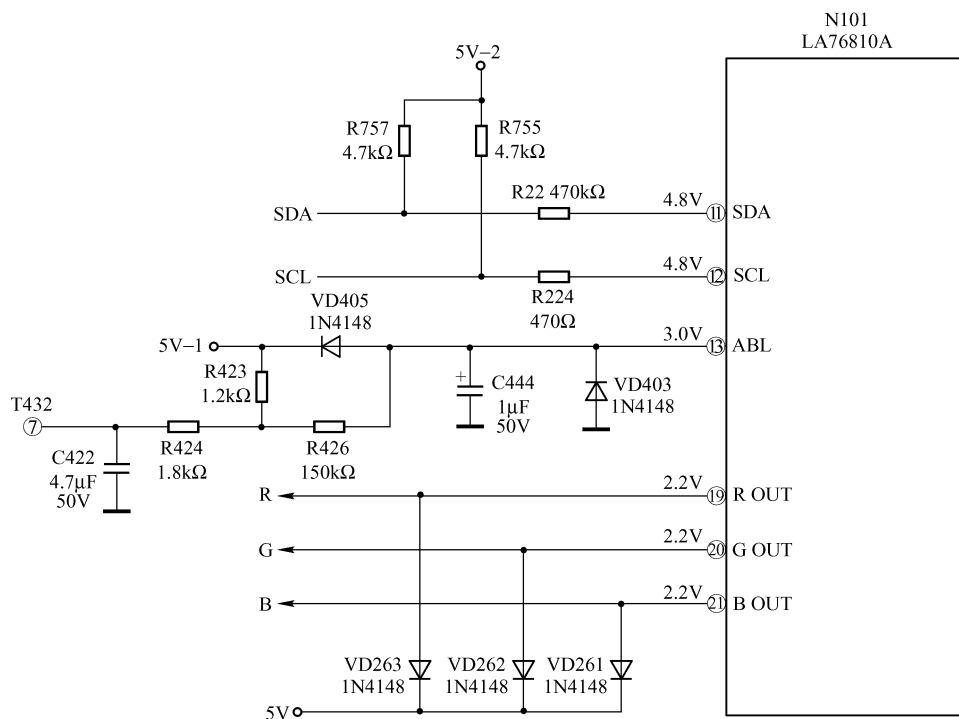

图 7-31 长虹 G2136 (K) ABL 及 RGB 输出电路故障检修
检查与分析: 根据故障现象, 关机时有光栅闪亮一下的特征, 说明行输出级已工作, 且显像管灯丝电压、高压等均正常, 而无光栅则是显像管处于截止状态, 同时又无伴音, 则又说明无电视信号输入。但在该种机型中无信号时应有蓝光栅出现。根据综合分析, 可首先试加大一下帘栅电压, 光栅出现, 但偏红色, 有回扫线。此时检查 N101 (LA76810A) ⑲、⑳、㉑脚电压仅有 1.0V, 检查外接 VD263、VD262、VD261 均正常, 如图 7-31 所示。再进一步检查, 发现 N101⑬脚电压为 0V, 正常时仍在 3.0V 左右波动。改用  $R \times 100\Omega$  挡检测, ⑬脚对地正、反向阻值为  $0\Omega$ 。再检查外围元器件正常。试断开⑬脚外围电路, 再测量⑬脚阻值仍为  $0\Omega$ 。故判断 N101 内部电路局部损坏, 将其换新后, 故障被彻底排除。